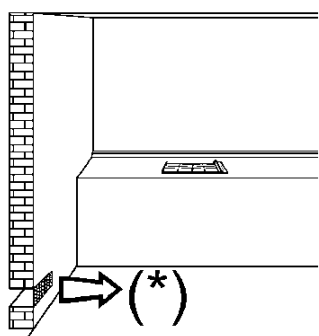
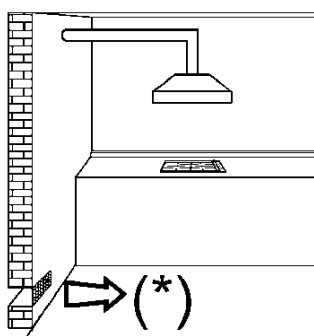
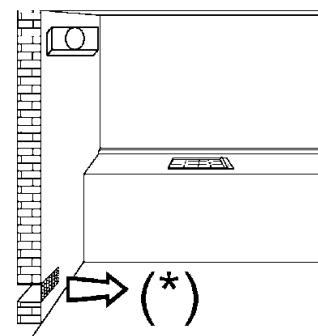

FIG. 3
FIG. 4
FIG. 5
- *l'utilizzo di un apparecchio di cottura a gas produce calore ed umidità nel locale in cui è installato. Necessita pertanto assicurare una buona aerazione del locale mantenendo sgombre le aperture della ventilazione naturale (fig. 3) ed attivando il dispositivo meccanico di aerazione (cappa di aspirazione o elettroventilatore fig. 4 e fig. 5).*
E' indispensabile che il locale dove viene installato l'apparecchio sia permanentemente ventilato per garantire un corretto funzionamento dello stesso. La quantità d'aria necessaria è quella richiesta dalla regolare combustione del gas e dalla ventilazione del locale il cui volume non potrà essere inferiore a 20 m³. L'afflusso naturale dell'aria deve avvenire per via diretta attraverso aperture permanenti praticate sulle pareti del locale da ventilare che danno verso l'esterno con una sezione minima di 100 cm² (vedi fig. 3). Queste aperture devono essere realizzate in modo che non possano essere ostruite.
Gli apparecchi di cottura a gas devono sempre scaricare i prodotti della combustione a mezzo cappe collegate a camini, a canne fumarie o direttamente all'esterno (vedi fig. 4). In caso non esista la possibilità di applicazione della cappa, è tollerato l'utilizzo di un ventilatore installato su finestra o su parete affacciata all'esterno, da mettere in funzione contemporaneamente all'apparecchio (vedi fig. 5), purché siano tassativamente rispettate le disposizioni riguardanti la ventilazione elencate nelle norme UNI 7129 e 7131.